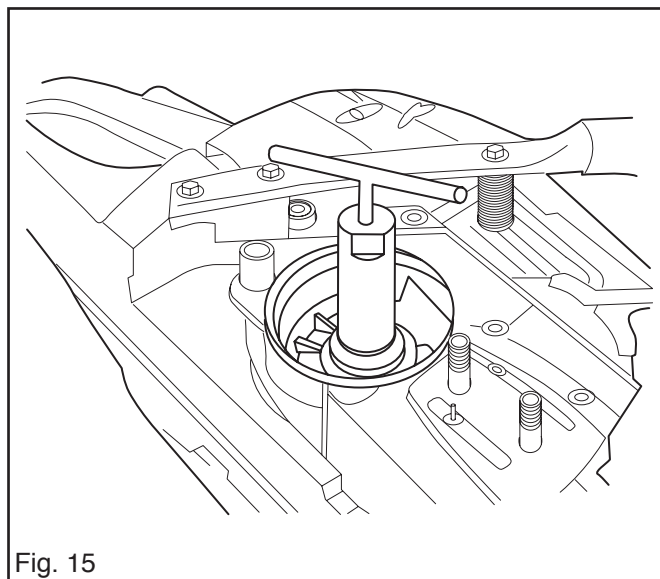

Fig. 15
2. Visser l'outil de démontage dans la bague d'étanchéité et retirer. En ce qui concerne l'outil de démontage, voir pos 12 ou 13 aux pages 6 et 7. Voir également fig. 15.